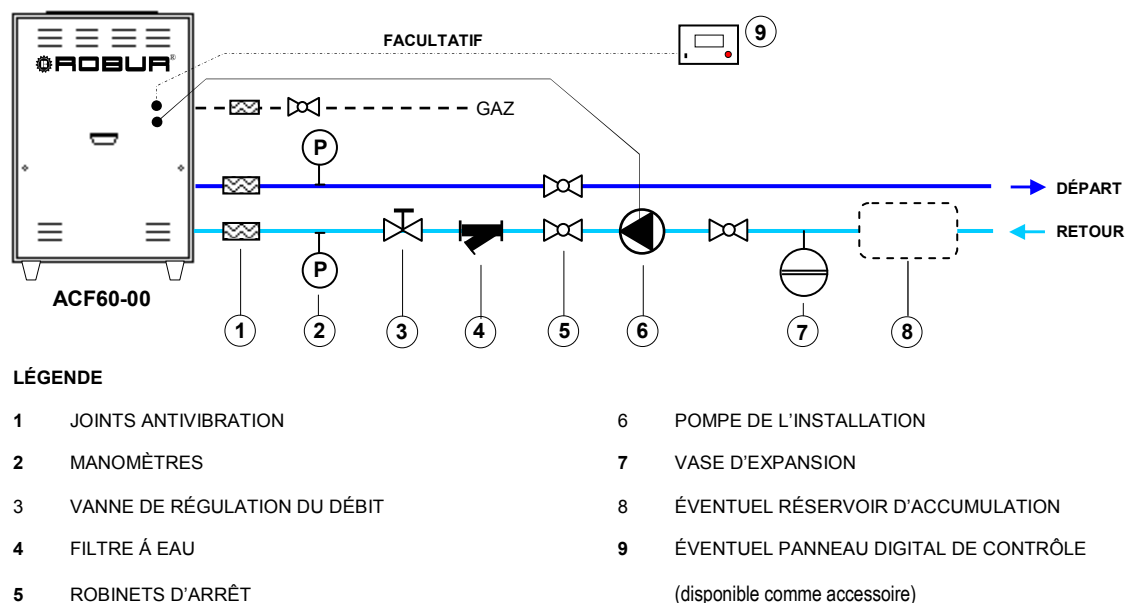

Figure 14 – Schéma d'installation pour un seul ACF60-00
Les Figure 15, Figure 14, Figure 16 des pages 46 et suivantes fournissent des exemples de schéma hydraulique type avec les composants à prévoir à proximité de l'ACF ; ces composants sont les suivants :
- POMPE DE CIRCULATION D'EAU DE L'INSTALLATION, placée sur la canalisation de retour de l'eau, en poussée vers l'ACF (voir « ACCESSOIRES », page 79 pour la pompe, et Figure 14 page 45 pour le schéma d'installation), choisie avec des caractéristiques compatibles avec l'installation ;
- Remplir le circuit hydraulique (voir Figure 14, page 45), en ajoutant à l'eau de l'installation (dépourvue d'impuretés) une quantité de monoéthylène glycol appropriée à la température minimale hivernale de la zone d'installation, au modèle ACF installé et à son utilisation spécifique (Cf. Tableau 22, page 50).